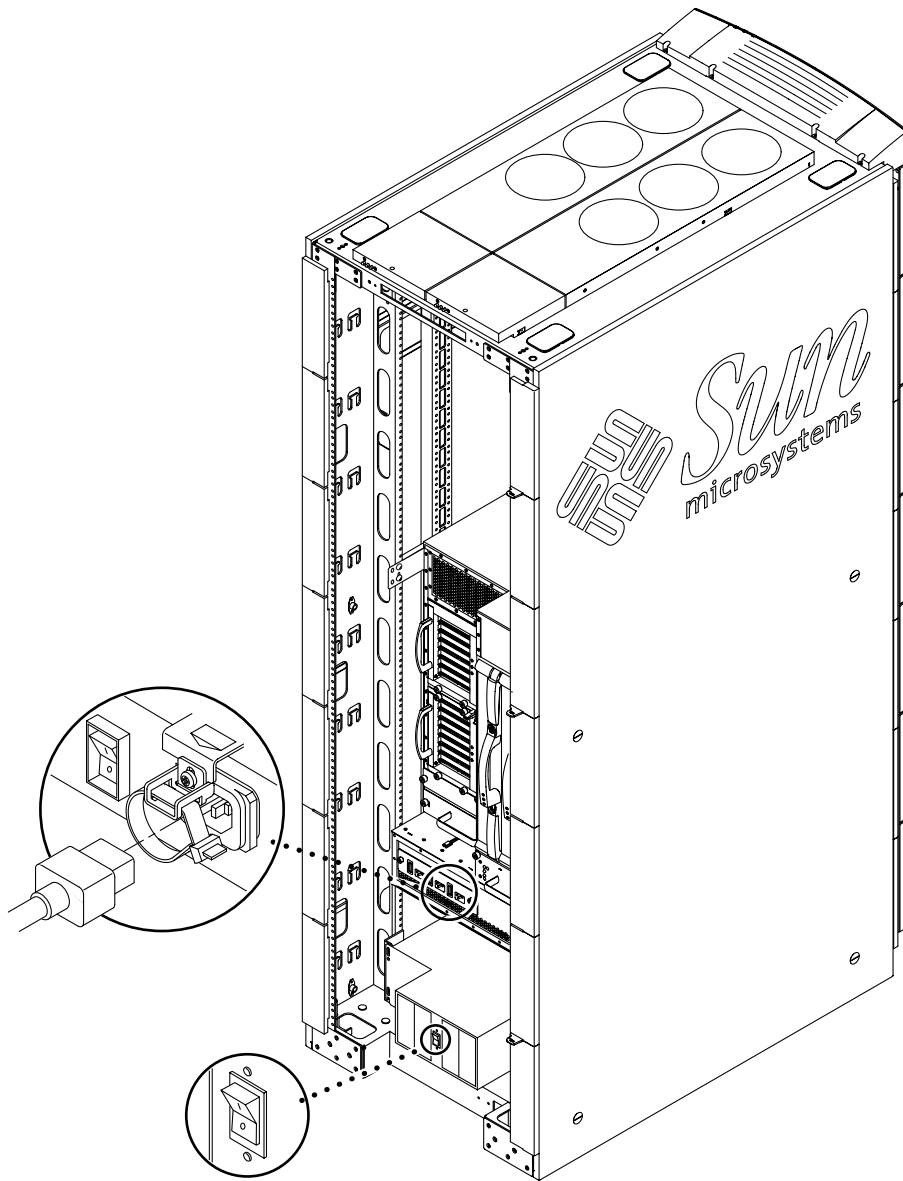

图 2-5 安装在 Sun Fire 4800 系统上的机柜的电源开关位置
1. 确保 Sun Fire 机柜上的各个电源开关均设为关闭（图 2-5）。